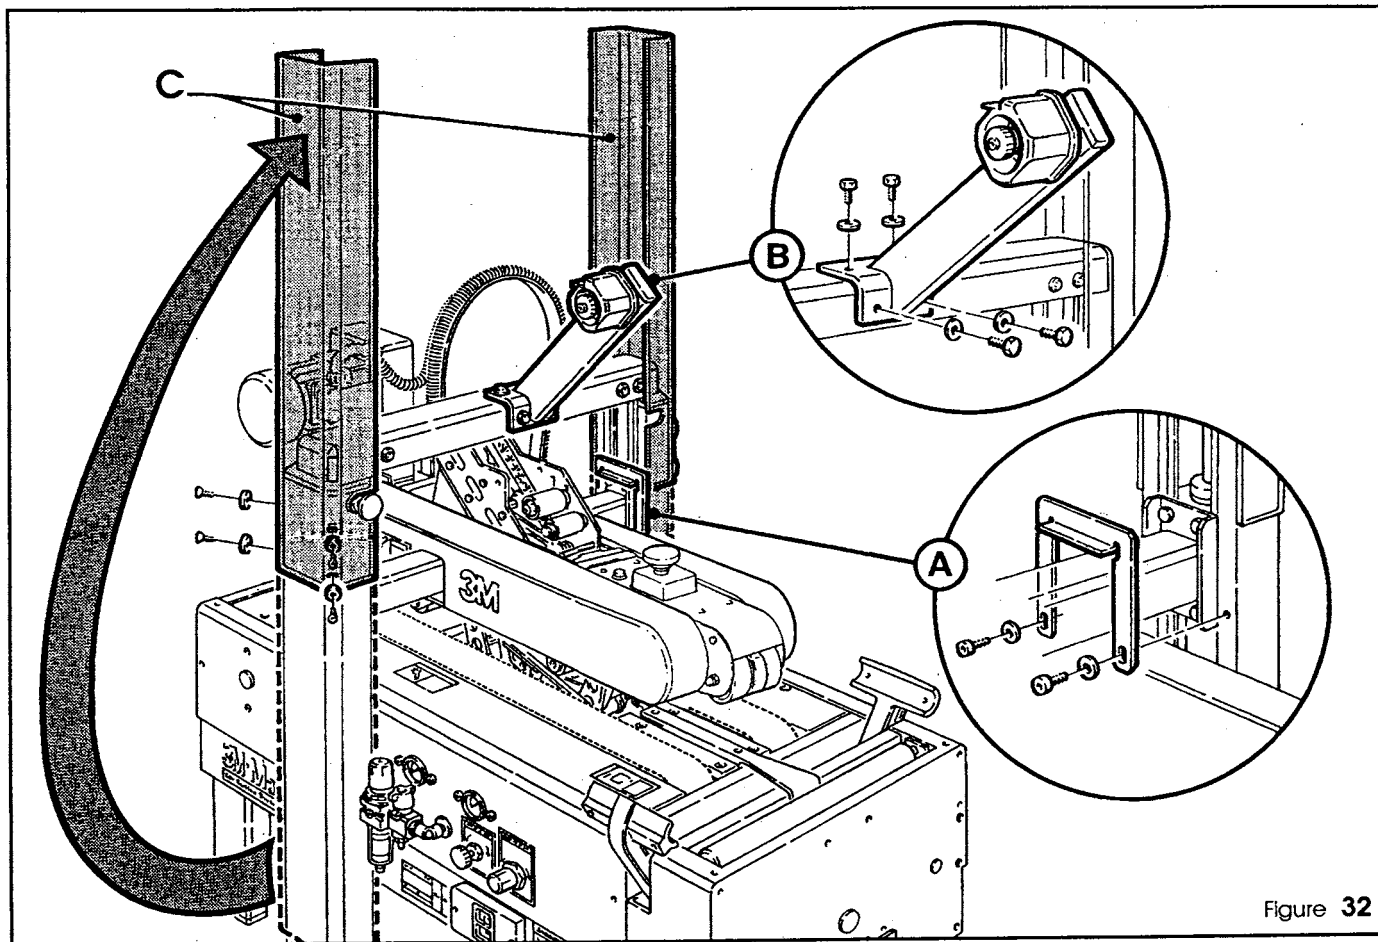

Figure 32
- 1 Verwijder de U-vormige klemhaken van de onderste dwarsbalk (zie figure 32-A). Het zijn bladmetalen klampen, die het opwippen van de bovenste kleefkopgroep tijdens het vervoer verhinderen.
- 2 Installeer de steunarm met de plakbanddragende trommel op de bovenste dwarsbalk, zoals te zien is in figure 32-B.
- 3 De plastic kolombeschermingen, die in figure 32-C te zien zijn, zijn voor het vervoer ondersteboven geïnstalleerd. Zij moeten omgekeerd worden voor een beveiligd functioneren van de machine. Verwijder de bescherm laag van de paalbeschermingen. Draai de beschermingen 180° omhoog en zet ze als getoond op hun plaats op de steunpalen vast met de oorspronkelijke schroeven en afstandsringetjes.